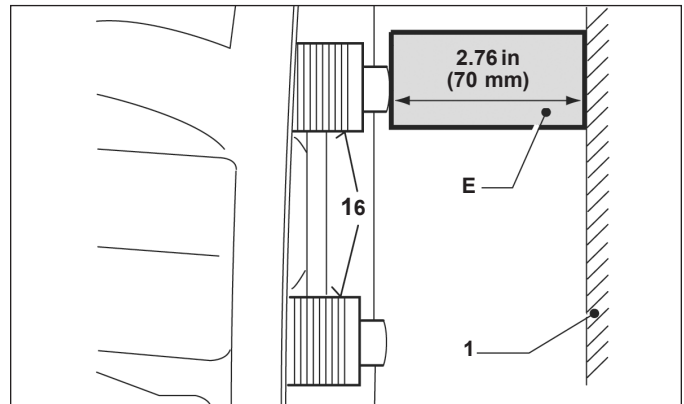

Figura 52 – Uso de un espaciador (inspección fuera del vehículo)
Si el trabajo se está llevando a cabo en una mesa de trabajo, el técnico puede insertar un espaciador de 2.76 in (70 mm) (consulte la leyenda "E" en la figura 52) en la mordaza (1) para ayudar a evitar la pérdida de conexión de la rosca.
5.5.11 Para roscas en buen estado, engrase las roscas con grasa blanca (N.º de pieza I I14525 o K021964). Antes de instalar los sellos interiores de repuesto (22), retraiga los tubos roscados girando el adaptador de cizalla (61) en sentido contrario a las agujas del reloj.